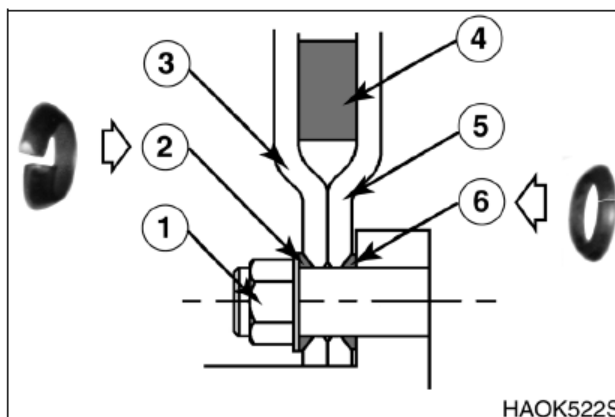

Рис. 110
9. Вновь собирать детали в следующей последовательности: внутренняя шайба, внутренняя шина, резиновое прокладочное кольцо, наружная шина, наружная шайба (убедиться, что скошенный конец направлен в сторону обода) и гайка колеса. Для правильной ориентации шайб и других частей см. рис. 110.